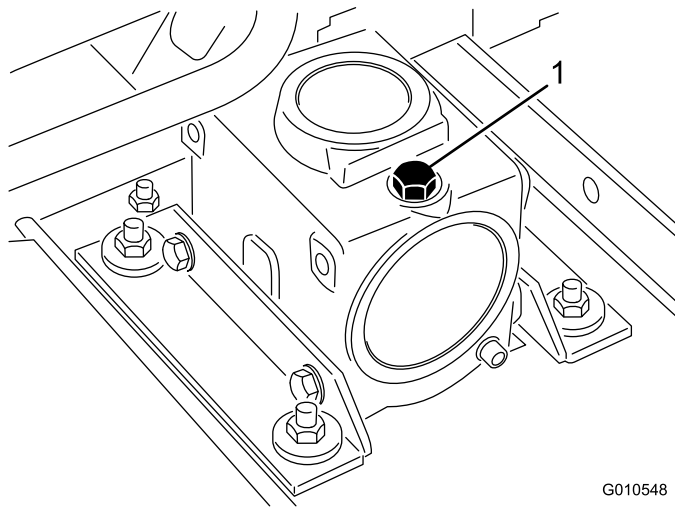

図 19
- マシンとカッティングユニットを平らな場所に駐車させ、カッティングユニットを降下させる。ギア・ボックスの上部についているディップスティック兼給油プラグ(図 19)を取り、オイルの量が、ディップスティックについている2本のマークの間にあることを確認する。油量が少なければ、SAE 80-90 wt. ギア用潤滑油を2本のマークの間まで補給する。